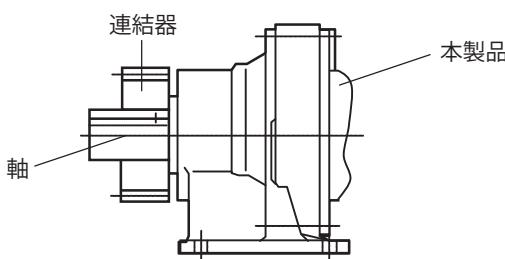

図5-3
- ・スプロケットやギヤは荷重の作用点が軸中央より本製品側へくるようにしてください。（図5-3）